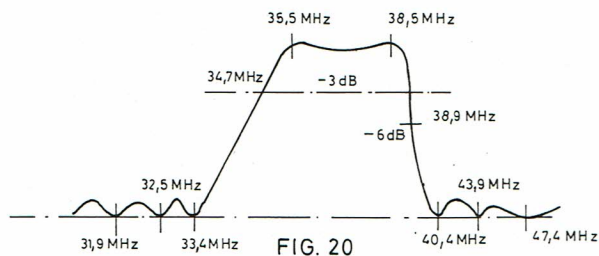

FIG. 20
- L 304 (T 302) pour obtenir la courbe fig. 20.